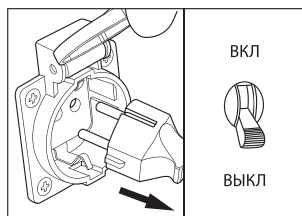

рис. 6
6. Отсоедините все электрические нагрузки, отключите подачу напряжения на панели штепсельных розеток. Переведите прерыватель цепи переменного тока в положение «Выкл» (рис. 6).